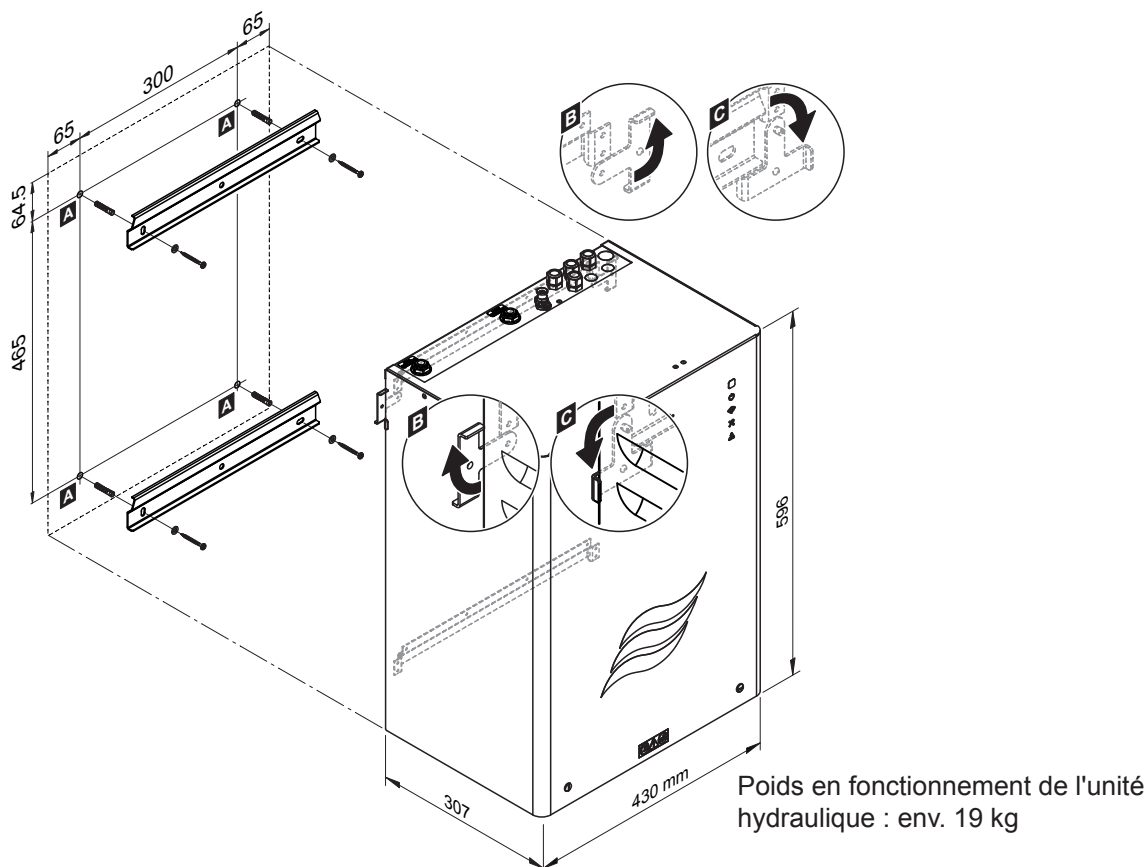

Fig. 15: Montage de l'unité hydraulique (dimensions en mm)
3. Tourner les éléments de blocage vers l'extérieur sur les deux côtés de l'unité hydraulique (position ouverte, voir *Détail « B »* dans *Fig. 15*).
4. Fixer l'unité hydraulique aux supports muraux. Tourner ensuite vers l'intérieur les deux languettes d'arrêt situées à l'arrière de l'unité hydraulique (position fermée, voir *Détail « C »* dans *Fig. 15*) pour fixer l'unité hydraulique au support mural supérieur.